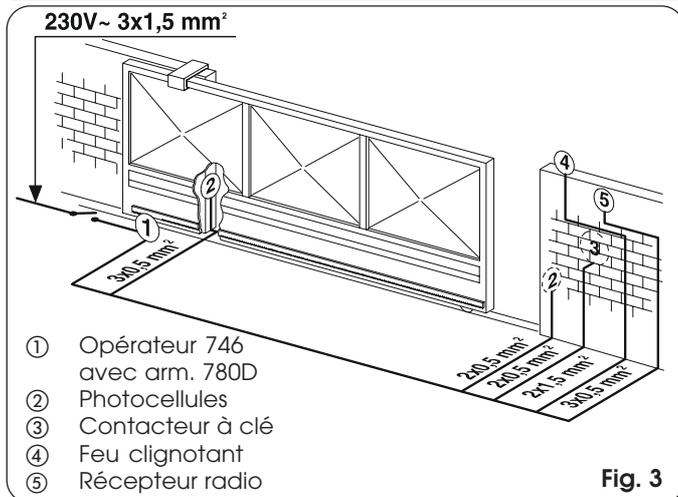

Fig. 3
- 4) Prédéposer les câbles électriques pour la connexion aux accessoires ainsi que l'alimentation électrique d'après la Fig.3.